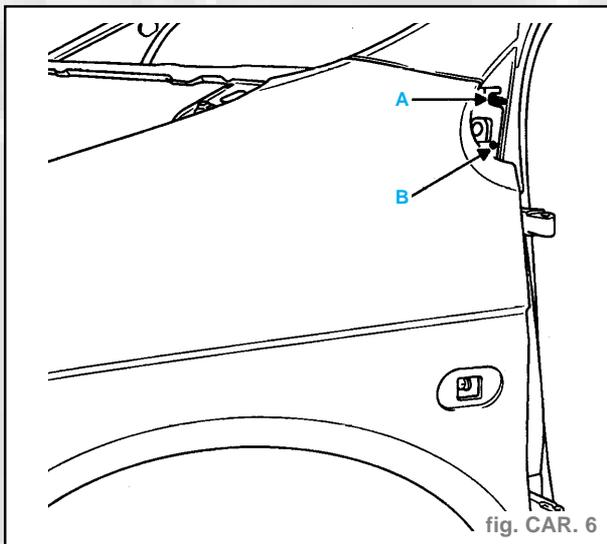

fig. CAR. 6
Les fixations sont identiques à celles d'une berline mais il faudra déposer en plus le rétroviseur pour enlever l'écrou de fixation (A) et la vis (B) (fig. CAR. 6).